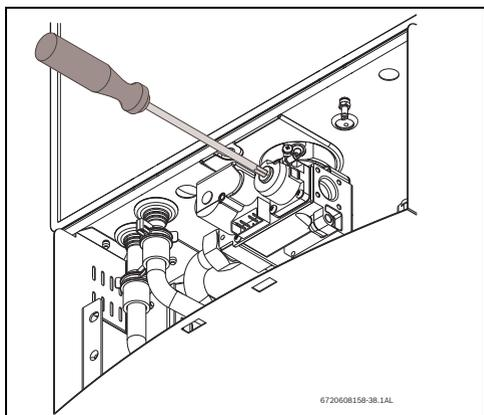

Fig. 47 Réglage de CO₂ en mode P2
- ▶ Enlever la peinture jaune de scellement du couvercle de protection du panneau frontal de la vanne de gaz et l'enlever avec une clé Torx n° 40 (Fig. 47).
- ▶ Mettre le couvercle de protection du panneau frontal de la vanne de gaz (Fig. 47).